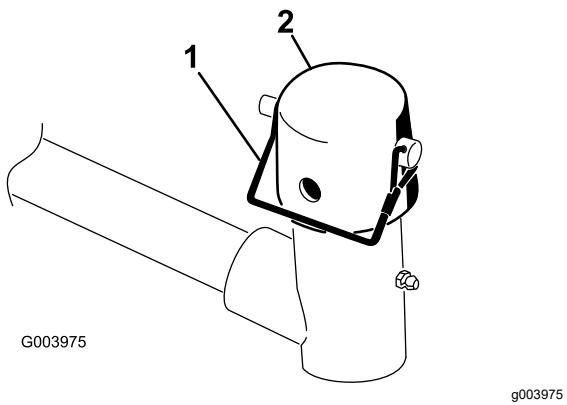

Figura 9
2. Togliete il perno di ritenuta e il cappuccio dalla forcella di articolazione del braccio di sollevamento (Figura 9).
Nota: Per avere un elemento di taglio sterzante usate la fessura, oppure usate il foro se l'elemento di taglio deve essere bloccato (Figura 9).